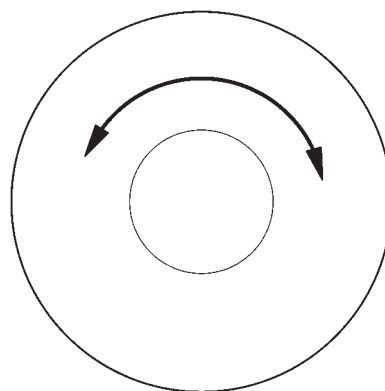

Рис. 23
- Поворачивайте маховик в обратном направлении (рис. 23) до тех пор, пока трубка снова не будет прилегать к корпусу машины.